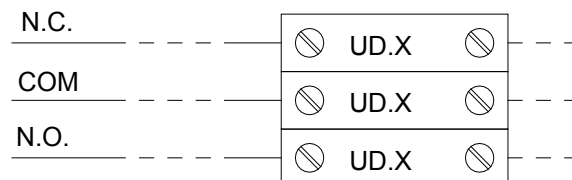

Figura 7
- Nella Figura 7, sono riportati degli esempi di utilizzo dell'uscita Estate/Inverno.